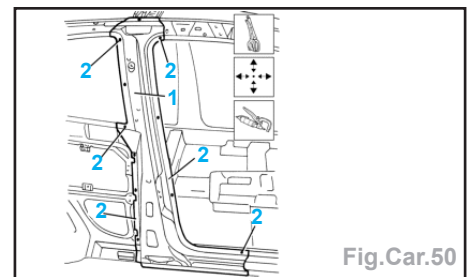

Fig.Car.50
- Positionner le montant (1) sur le véhicule à l'aide des pinces-étau (Fig.Car.50) et le fixer en effectuant quelques points de soudure (2).